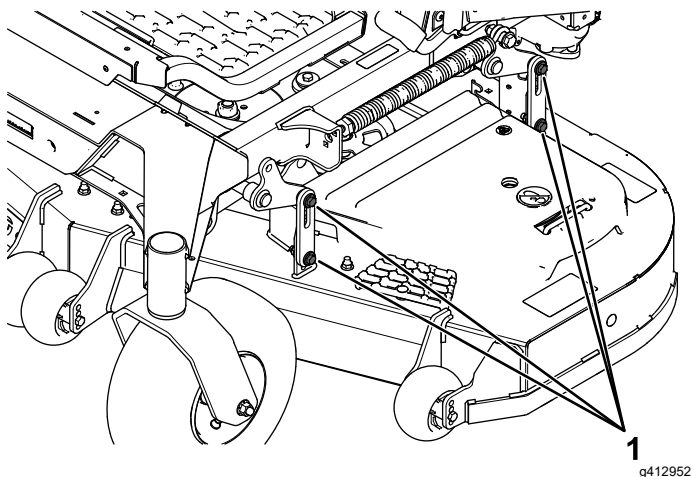

Bild 88
16. Lösen Sie die Schrauben (**Bild 88**) an allen vier Ecken und stellen Sie sicher, dass das Mähwerk fest auf allen vier Blöcken sitzt.